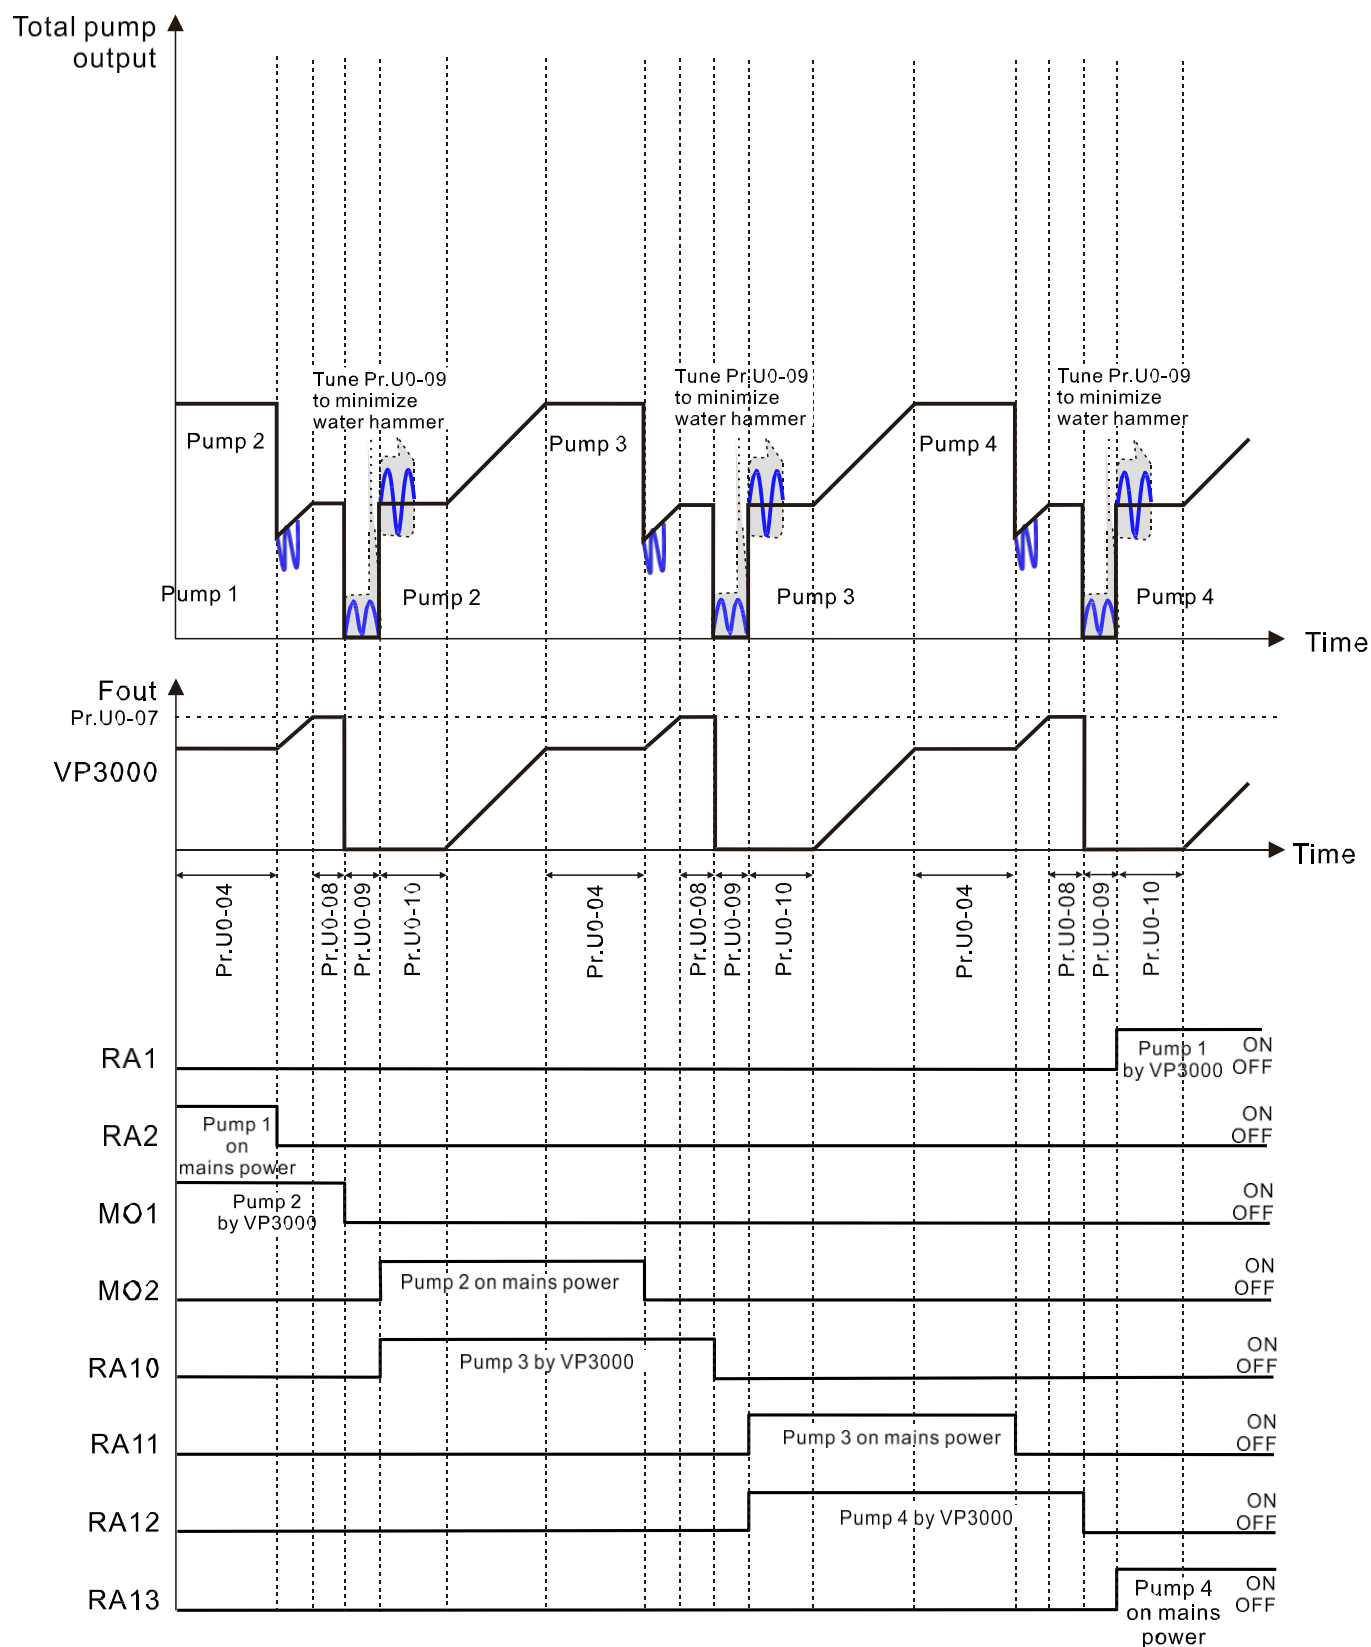

Рисунок 15. Послідовність ситуації 2
- Коли для балансування тиску у системі води потрібно лише два насоси, а привід змінного струму керує одним комплектом головних насосів, а мережеве живлення подає на один допоміжний насос, спочатку вимкніть перший допоміжний насос (Насос 1) відповідно до параметра Pr.U0-04 (Час циркуляції), щоб зменшити тиск головного насоса та збільшити швидкість. Поточний головний насос (Насос 2) потім відключається від мережі, щоб стати допоміжним насосом, а наступний насос (Насос 3) запускається як головний (див. Рисунок 15) і так далі.